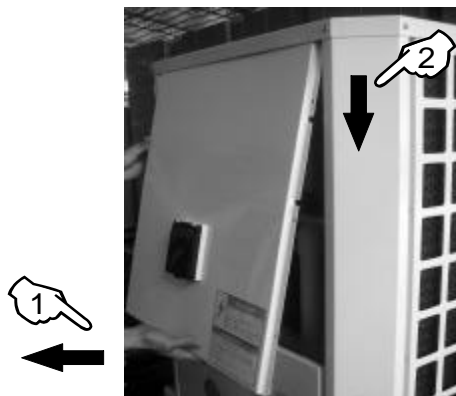

Figure 4-6
- (5). Retirer le panneau avant de maintenance (figure 4-6)